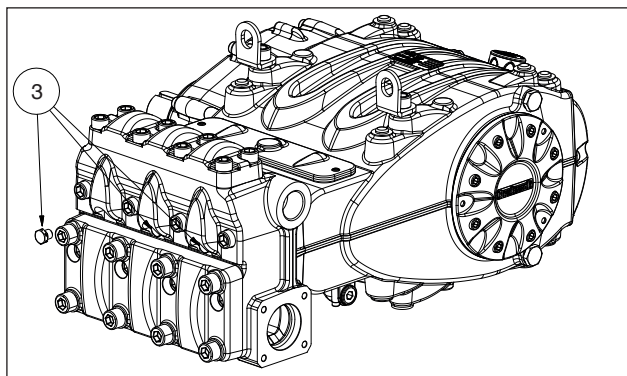

Abb. 11
Bei etwaige Ansaugproblemen durch unzureichende Versorgung können Sie die drei frontseitigen Verschlüsse abnehmen, siehe in Pos. ③ Abb. 11.